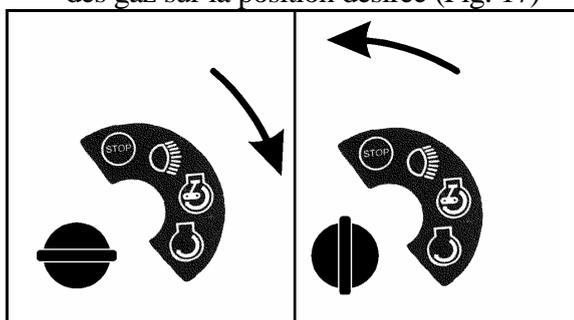

Fig. 18
Les lumières sont automatiquement allumées par l'interrupteur à clé (fig. 18).
6. Mettre la clé de contact sur START (Fig. 18), et la relâcher dès que le moteur a démarré. Actionner plus de 15 secondes sur le démarreur peut provoquer une surchauffe. Laisser alors refroidir pendant 2 minutes, avant de recommencer.